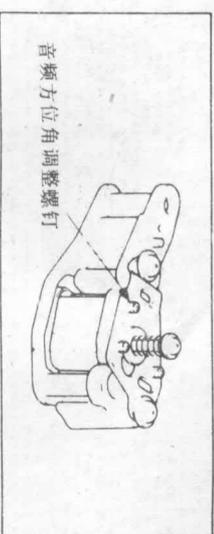

图 50
2) 转动方位角调整螺钉 (图 50), 使 5kHz 波形幅度变为最大。
(3) 控制磁头 (ACE 组件) 位置调整